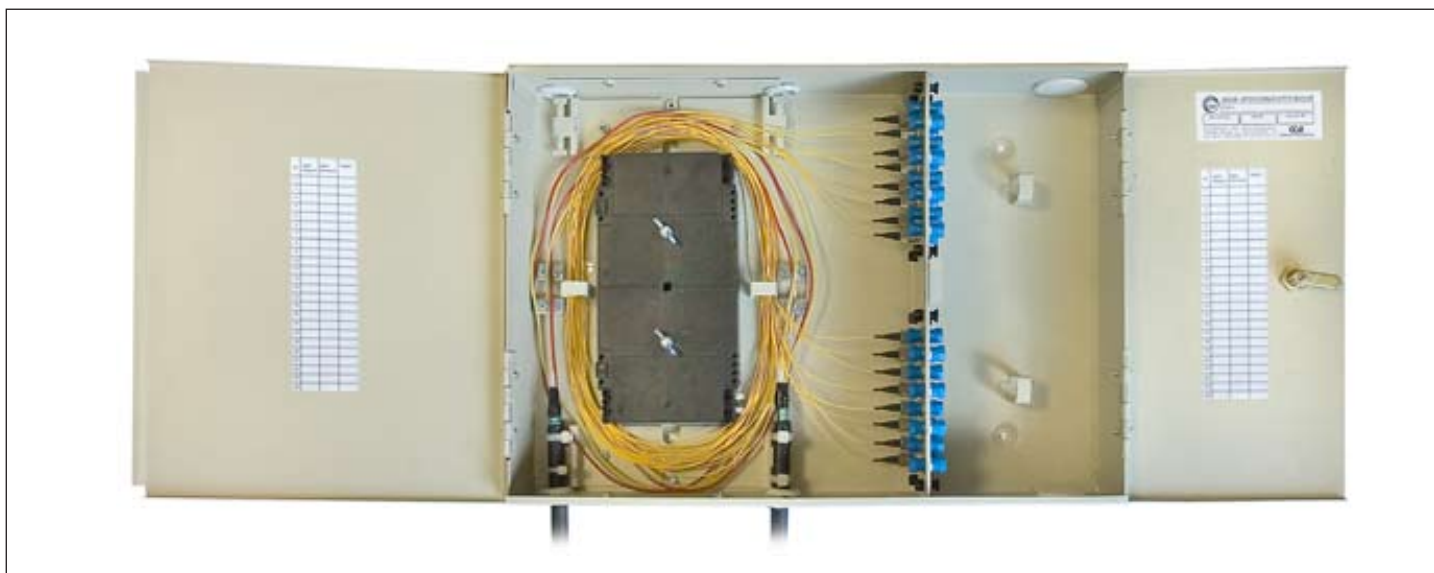

Рисунок 5.2 – Крепление крышки кассеты
**5.31** Снять со шпилек гильзы защитные и установив крышку кассет, закрепить ее с помощью гаек-барашков (рисунок 5.2).